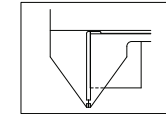

Fig.3
- El calibrador vernier horizontal se pone a cero (Fig.3). Cierre las mordazas del vernier horizontal y pulse el botón '0' para poner a cero.